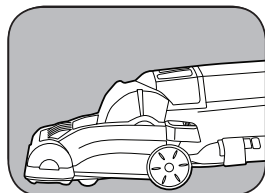

Fig. 4
4. Posición baja: para limpiar bajo muebles\* (Fig. 4).